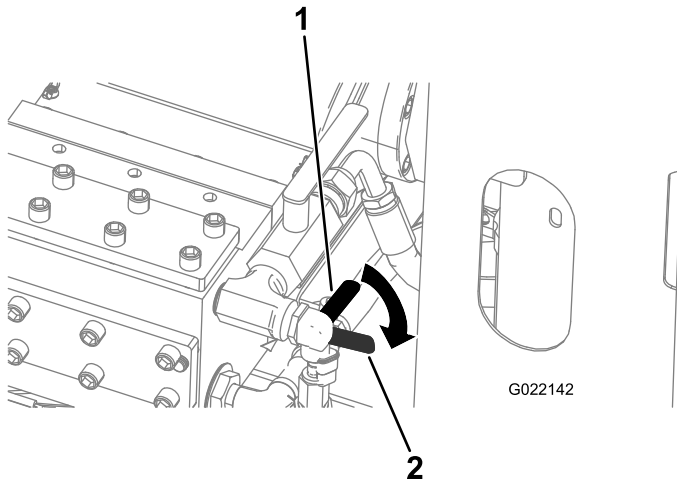

Figure 154
- A. Ouvrez le robinet d'antigel sur l'avant de la pompe à fluide de forage (robinet inférieur), comme montré à la Figure 154.
6. Fermez le robinet d'antigel (Figure 154).